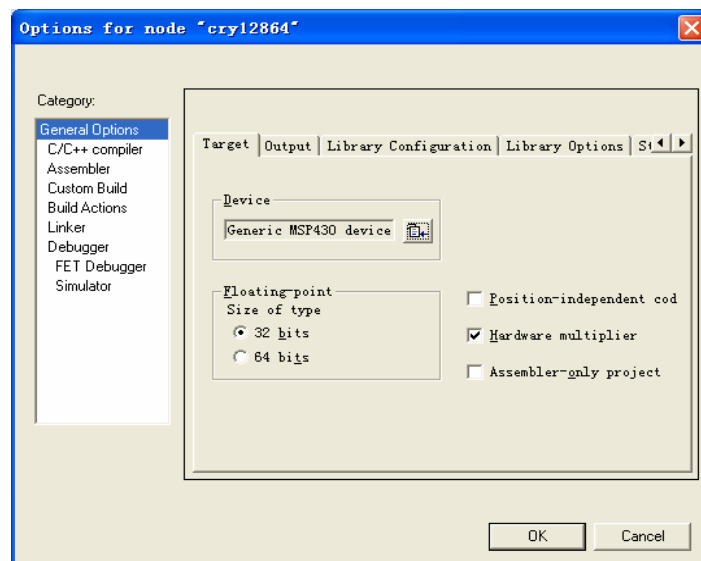

图 2.6
8、这里面是关于对本项目进行编译(compile)和创建(make)时的各种控制选项，系统的默认配置已经能够满足大多数应用的需求，所以通常情况下用户只需要更改两个地方。第一步，单击 **Category** 下面的 **General Options**，看到如图 2.6 所示的画面。